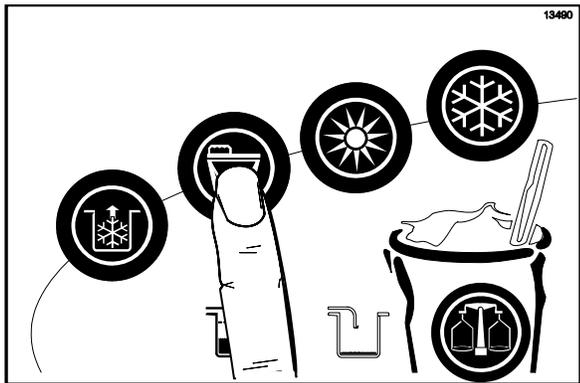

图 159
11. 按 WASH 键 。这将使冷冻缸内的消毒液接触到冷冻缸的所有表面。(见图 159。)